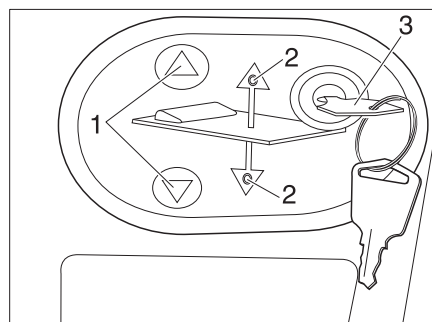

Fig. 165 Pannello di comando del letto basculante elettrico
- Inserire la chiave (Fig. 165,3) nel pannello di comando.
- Premere e tenere premuto il tasto  (Fig. 165,1). Il rispettivo LED (Fig. 165,2) si accende e il letto basculante si abbassa fino alla posizione centrale; quindi si arresta.
- Premere e tenere premuto il tasto  (Fig. 165,1). Il rispettivo LED (Fig. 165,2) si accende e il letto basculante si abbassa del tutto.